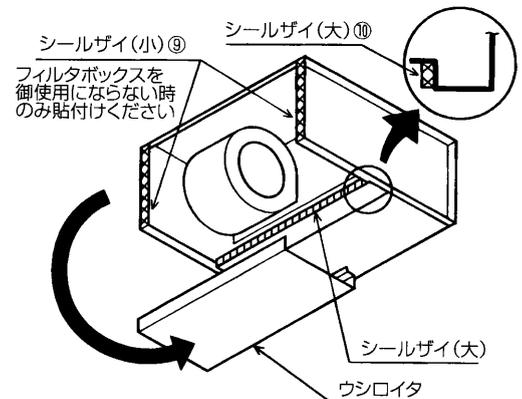

図4
1. ウシロイタを外し(ネジ6本)図の方向に付け換えてください。(図4)
2. 付属のシールザイを図の位置に貼付けください。(図4)
フレア断熱②のつぎ目をテープにて固定し、図4に示す位置でバンタイ(中)④にて固定してください。(図4参照)